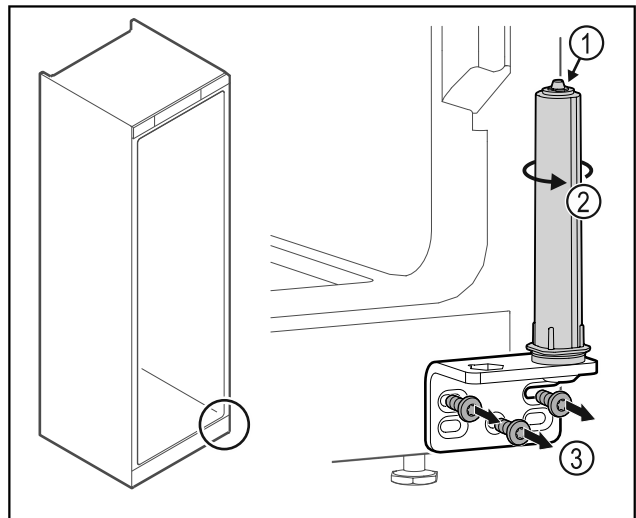

Fig. 26
- Türschließsystem Fig. 26 (1) nicht zerlegen.
- Schließsystem Fig. 26 (2) drehen, bis es klickt.
- Scharnierwinkel Fig. 26 (3) abschrauben.